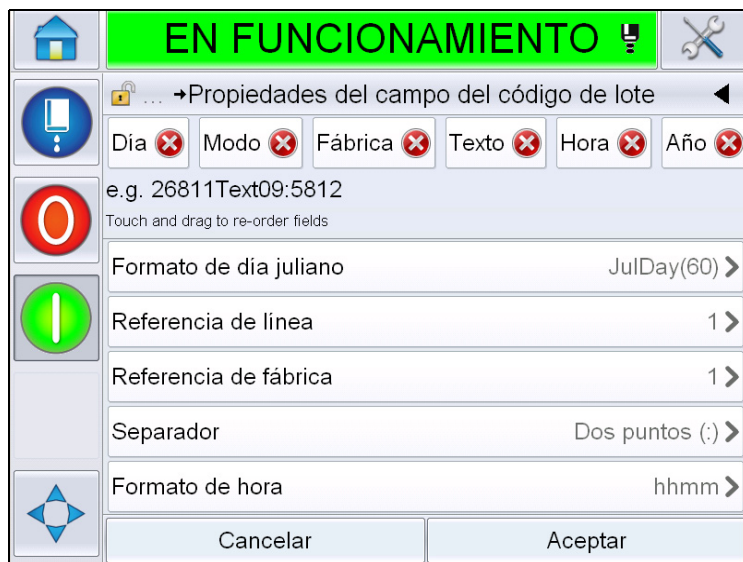

Figura 5-30: Página Lot Code Field Properties (Propiedades del campo del código de lote)
- 9 Toque . Muestra la página *Add Field (Agregar campo)*. Seleccione el campo de código de hora/lote. Muestra la página *Lot Code Field Properties (Propiedades del campo del código de lote)* (Figura 5-30).